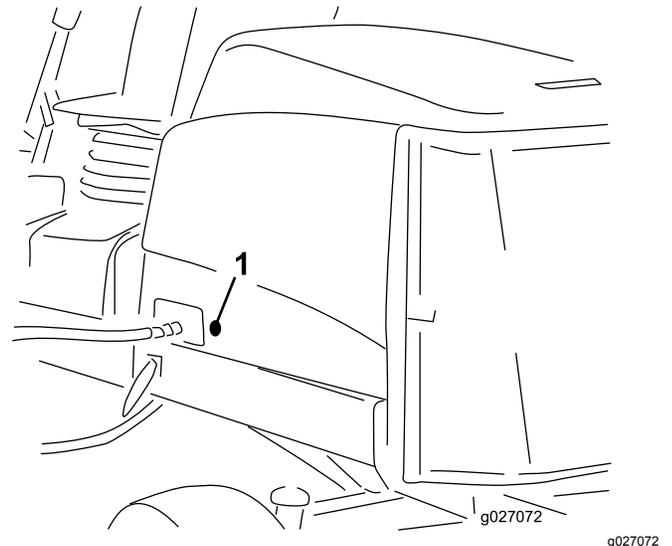

図 18
2. フードの左側についているゴム製のハトメを取り外す 図 18。